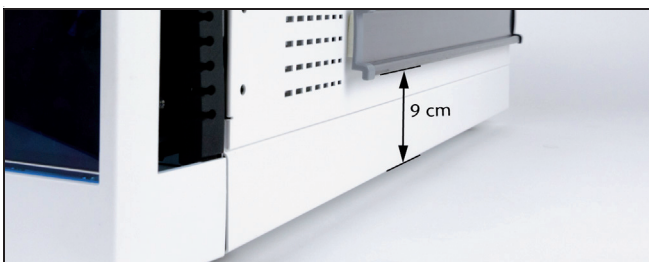

Abb. 3 Position der Tragschiene
2. Die Tragschiene bündig zur Rückseite in 9 cm Höhe positionieren (Abb.3 ähnlich).